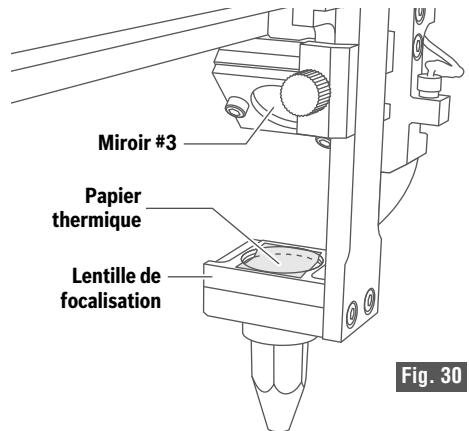

Fig. 30
2. Placez le papier thermique : Prenez un petit morceau de papier thermique à peu près de la même taille que la face de la lentille et placez-le sur la lentille de focalisation sous le miroir N° 3. Voir Figure 30.